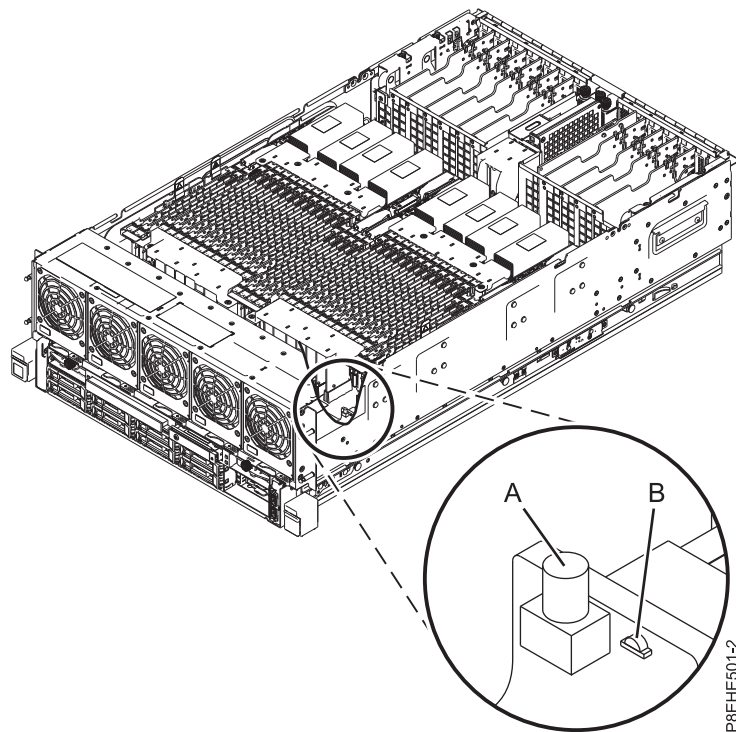

図 2. 識別 LED の活動化
2. 図 2 に示すように、プッシュボタン (A) を押して、識別 LED を活動化します。LED (B) が点灯していることを確認します。このことは、識別 LED に十分な電力が通電していることを表します。LED (B) が点灯していない場合は、サービス・ラベルを使用することにより、ロケーション・コードを使用して物理ロケーションを見つけます。